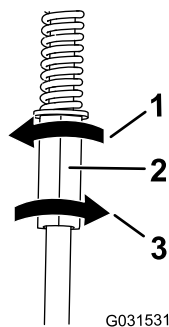

Figura 51
4. Rode a barra de controlo de elevação em incrementos de um quarto de volta até que máquina se desloque a direita (Figura 51).